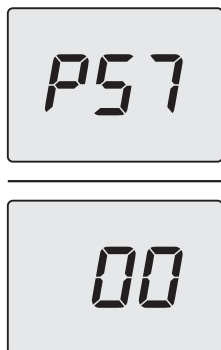

Figura 5.27
- Scorrere i vari parametri utilizzando i tasti 13 (indietro) o 15 (avanti) fino a far apparire sul display LCD le lettere **P57** che si alternano con il valore del parametro (Figura 5.27).